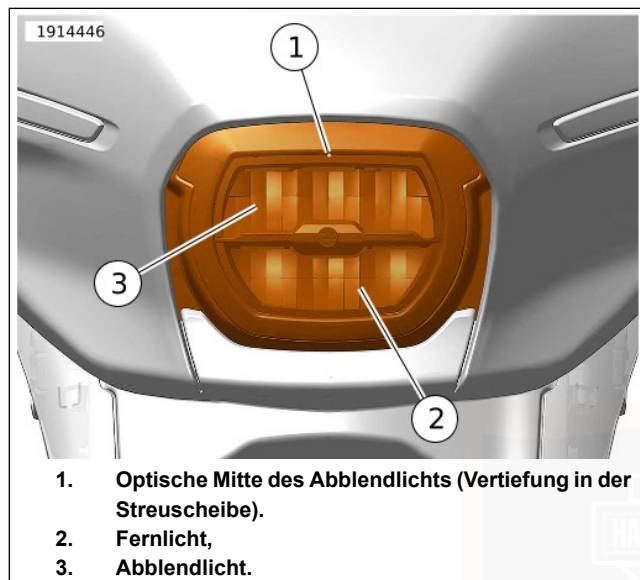

Abbildung 141. Gabelmontierte Verkleidung: Vertiefung
5. Das Motorrad mit dem angegebenen Abstand von der Vorderseite des Scheinwerfers zur Wand (3) abstellen.
- a. **Gabelmontierte Verkleidung:** Siehe Abbildung 141. Mit dem vorgesehenen Fahrer auf dem Motorrad. Den Abstand vom Boden bis zur Vertiefung (1) an der äußeren Streuscheibe messen. Den angezeigten Abstand abziehen. Abstand: 25,4 mm (1 in)